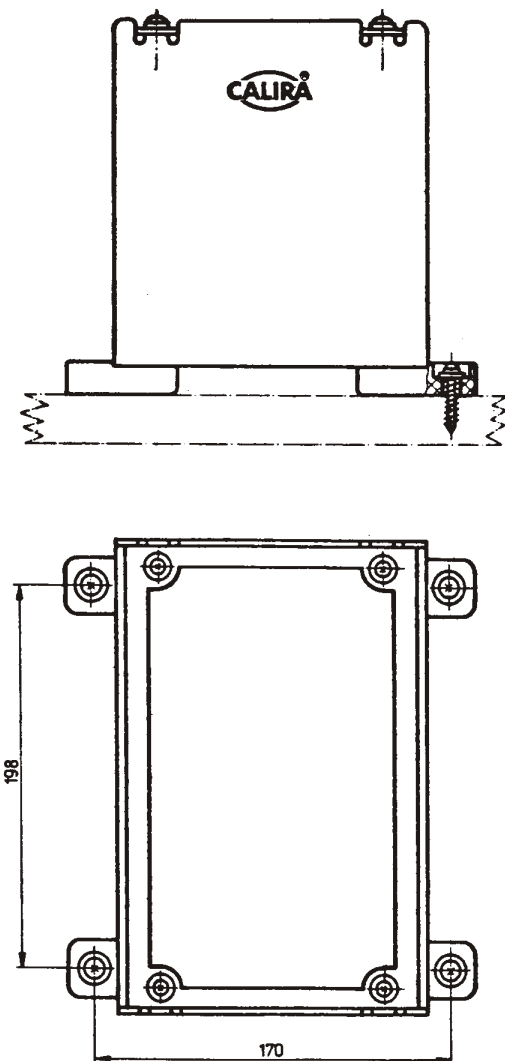

Bild 3: Befestigungsschema
- c. Ladegerät möglichst in der Nähe der Batterie aufstellen (getrennte Boxen) und mit den vier mitgelieferten Schrauben gemäß Bild 3 befestigen. Darauf achten, daß die Lüftungsschlitze frei bleiben.